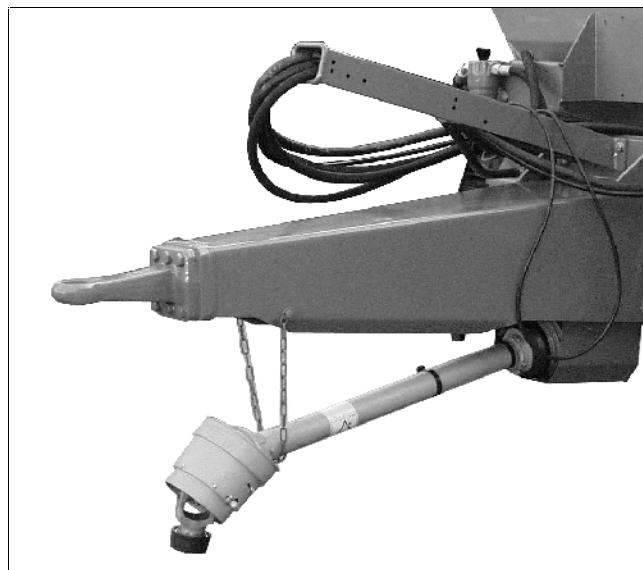

Рис. 19
- Защитные трубы карданного вала оснащены крепежными цепями (Рис. 19) которые должны крепиться на тракторе и **ZG-B**. Крепежные цепи предотвращают совместное вращение защитных трубок при работе карданного вала. Крепежные цепи навесьте в отверстиях таким образом, чтобы была обеспечена достаточная зона свободного хода карданного вала во всех рабочих положениях, и чтобы защитные трубы карданного вала не вращались вместе с ним во время работы.